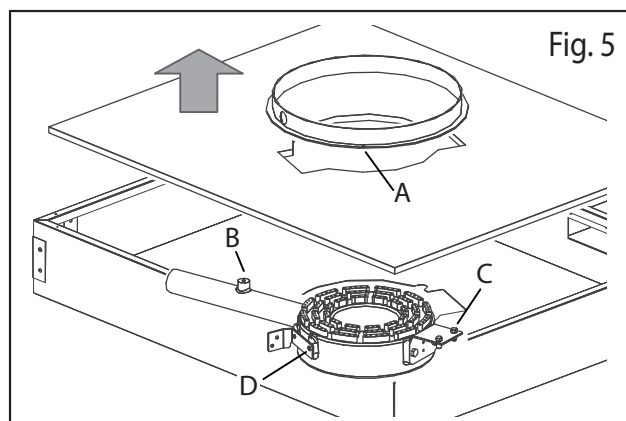

Fig. 5
Tuttapiasta 980: Svitare le viti di fissaggio del convogliatore calore (Fig. 5/A)
- Asportare l'isolante e svitare il bruciatore dalla camera di combustione (Fig. 5/B+C)
- Svitare i supporti (Fig. 5/C+D) e riavvitarli al bruciatore nuovo